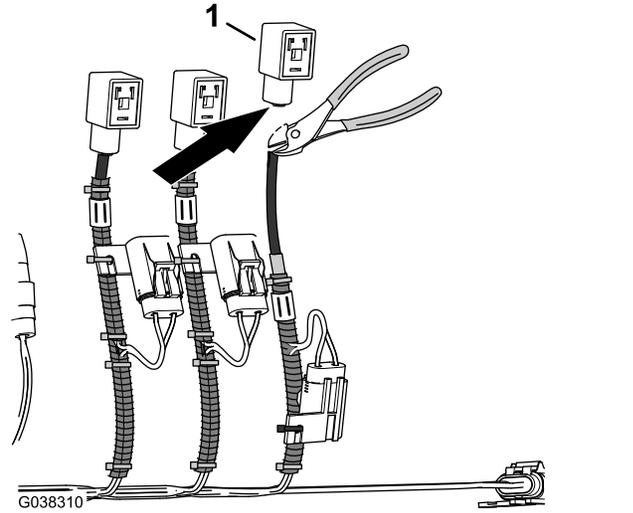

図 32
5. DIN コネクタの下のところでDIN コネクタハーネスを切断する図 32。